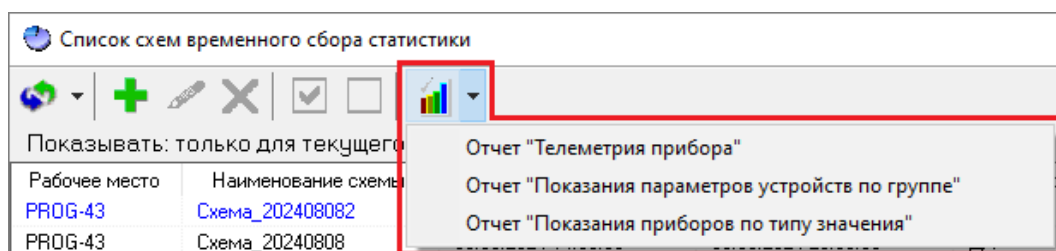

Рисунок 11-155 Выпадающее меню "Отчеты"
- либо нажмите кнопку  «Отчеты» и в появившемся выпадающем меню выберите необходимый вариант отчета (см. Рисунок 11-155);